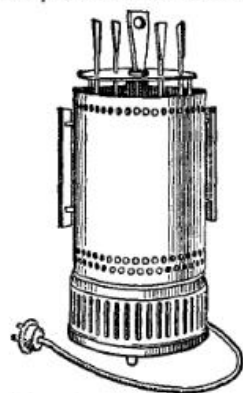

Рис. 5. Электрошашлычница «Таврия»
**ЭЛЕКТРОШАШЛЫЧНИЦА «ТАВРИЯ» ЭШВ-1,2/220.** Эта электрошашлычница (рис. 5) предназначена для приготовления шашлыка, люля-кебаба, порционных кусков мяса, запекания грибов, фруктов и овощей в домашних условиях. Вокруг нагревателя расположено шесть шамлугов, которые приводятся во вращение электродвигателем.